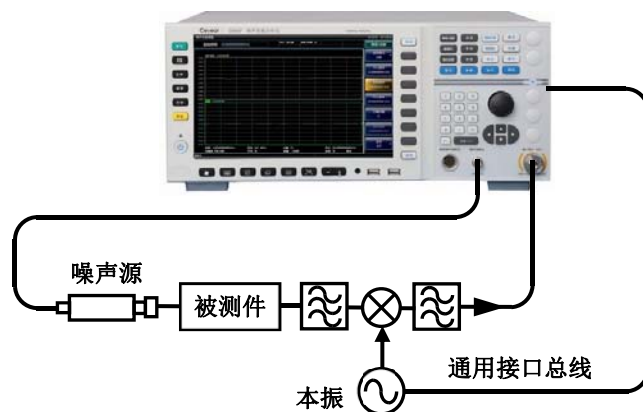

图 4.6 系统下变频模式测量连接图示
- 步骤3.** 校准完成后在噪声源输出和系统下变频器的射频输入端口之间插入被测件,进行测量,系统下变频模式的测量连接如图4.6所示。